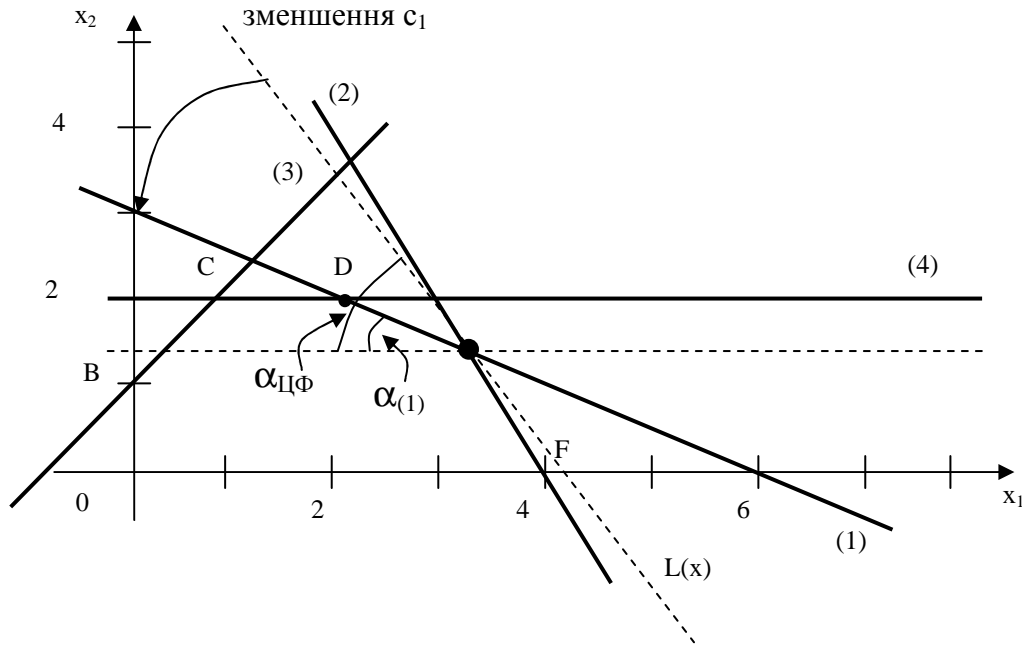

Рисунок 3.5 – Визначення мінімуму  $c_1$
**Правило 5.** Щоб визначити границі припустимого діапазону зміни коефіцієнта ЦФ, наприклад  $\min c_1$  і  $\max c_1$ , необхідно дорівняти тангенс кута нахилу цільової прямої  $\operatorname{tg} \alpha_{\text{ЦФ}}$  по черзі до тангенсів кутів нахилу прямих зв'язних обмежень, наприклад  $\operatorname{tg} \alpha_{(1)}$  і  $\operatorname{tg} \alpha_{(2)}$  (рис. 3.5 і 3.6).
Для знаходження  $\min c_1$  цільова пряма має збігтися з прямою (1) (рис. 3.5):
З проведених розрахунків та їхньої графічної ілюстрації випливає, що якщо ціна на фарбу першого виду стане меншою за 1 тис.грн./т ( $c_1 < 1$ ), найбільш вигідним буде виробництво фарб у точці D (рис. 3.5). При цьому загальне споживання інгредієнту В знизиться, що призведе до його недефіцитності [ресурс (2)], а дефіцитними будуть ресурси (1) і (4).